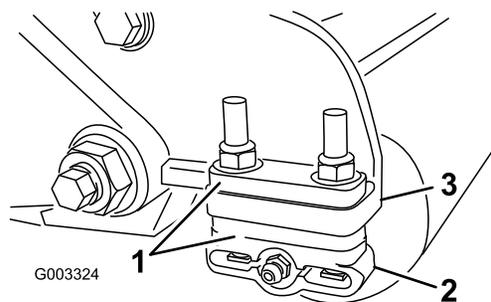

图11
1. 根据 剪草高度表 (页码 9) 将所需数量的隔片放在侧板安装法兰 图11 下将后滚筒支架 图11 调节到所需的剪草高度范围。